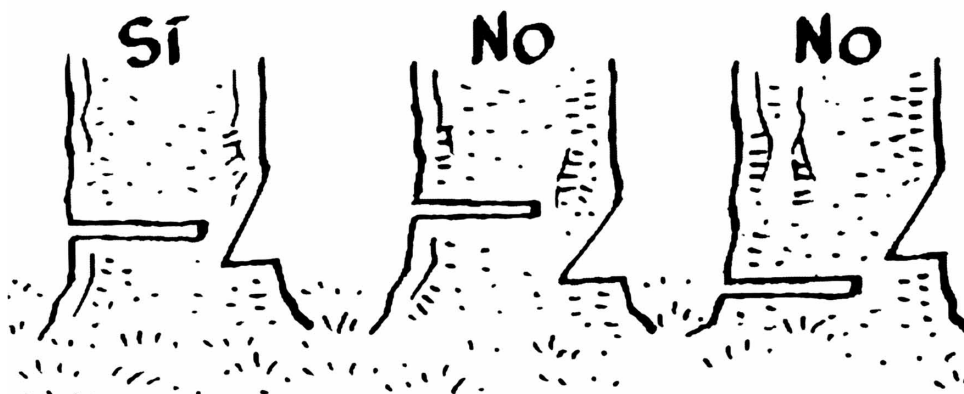

FIG. 058
- 2ª. Se hace el tercer corte, “de tumbado u horizontal”, también denominado corte de tala. Se debe hacer horizontal y algo más alto (2-3 cm) y opuesto al 2º corte (el horizontal) de la muesca. **FIG. 058**